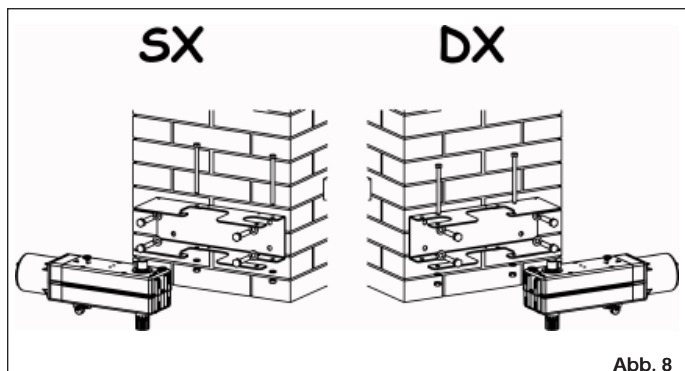

Abb. 8
- Die Grundplatte unter Verwendung von Schrauben mit Durchmesser 10 und geeigneten Dübeln auf dem Pfeiler befestigen (Abb. 8). Dabei ist die korrekte Horizontallage zu überprüfen.
- Den Getriebemotor in die Grundplatte einsetzen und mit den beiden Schrauben, den entsprechenden Muttern und den Federscheiben befestigen (Abb. 8).